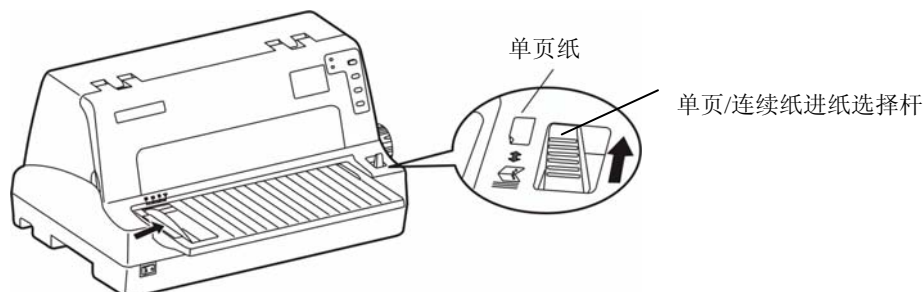

图 3-1 设定单页/连续纸进纸位置（单页纸）
- 将单页/连续纸进纸选择杆拨到单页纸位置（如图 3-1 所示）。